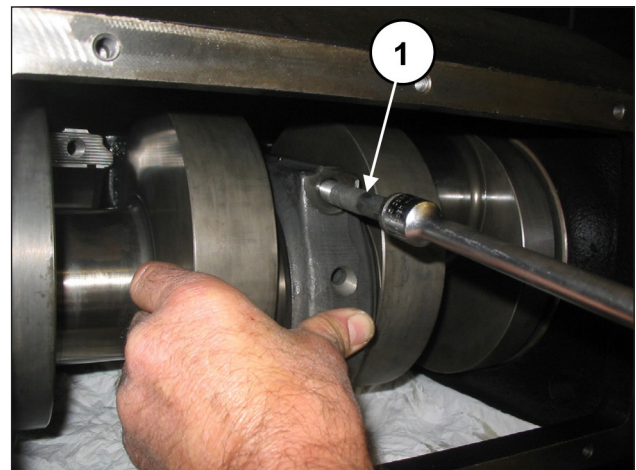

Fig. 59
Fixer les chapeaux sur les demi-bielles à l'aide des vis M12x1,25x87 (rep. ①, Fig. 59).